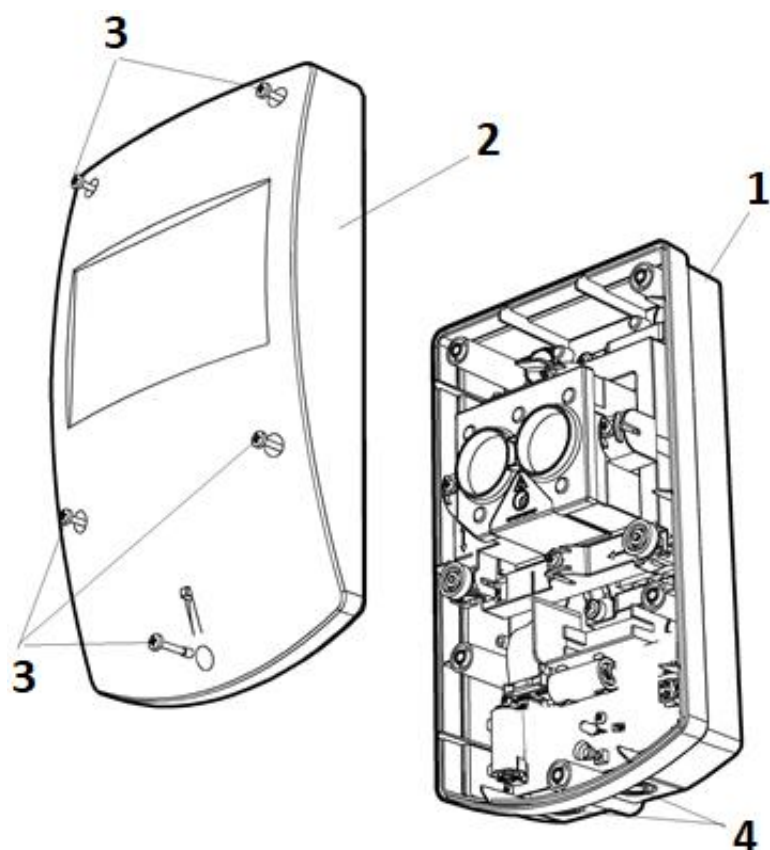
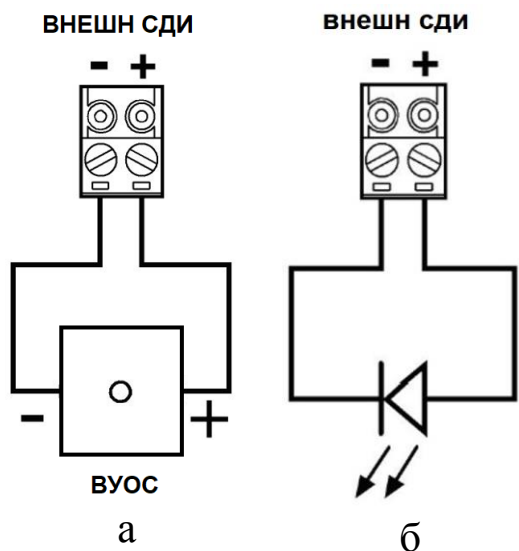
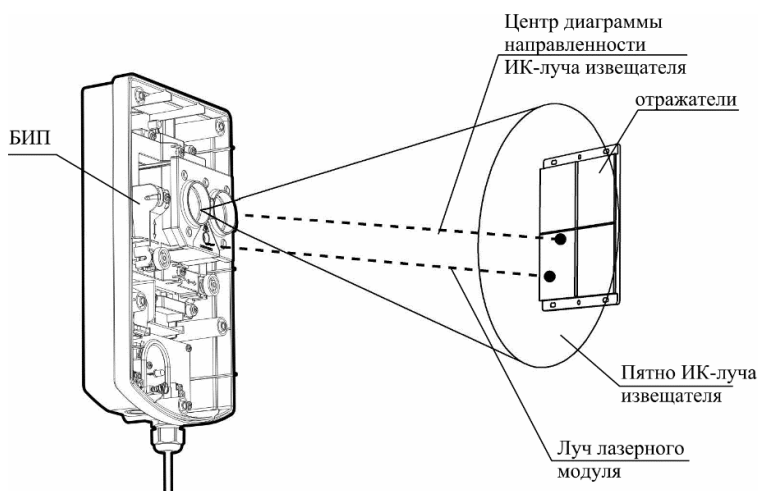

Рис.1
Рис. 4
Рис. 5
Вид БИП со снятой крышкой показан на рис.1:
- изъять (временно) заглушки для крепления корпуса (9, рис.1);
- закрепить основание (1, рис.1);
- при использовании внешнего индикатора подсоединить провод с индикатором (с соблюдением полярности) к разъему ВНЕШН СДИ (15, рис.1) через герметичный ввод, установленный в выламываемое отверстие (4, рис.1).
При использовании выносного устройства оптической сигнализации (ВУОС) подключить провод с индикатором (с соблюдением полярности) к разъему ВНЕШН СДИ (15, рис.1) через герметичный ввод, установленный в выламываемое отверстие (4, рис.1). В качестве ВУОС рекомендуется использовать ВУОС-31, ВУОС-01, УКШ-01 (или другие с аналогичными электрическими характеристиками). (рис. 4а), либо другой световой индикатор, например, светодиод (типа АЛ307, или аналогичного) (рис. 4б).
6.2. Для включения лазерного модуля необходимо перевести переключатель "ЛАЗЕР" (13 рис.1) в положение ON. Процесс настройки сводится к совмещению пятна луча лазерного модуля с отражателями (см. рис.5) с помощью ручек юстировки оптической системы по углу горизонтали (6 рис.1) и вертикали (7 рис.1).
6.4. Для перехода в рабочий режим необходимо перевести переключатель "ЛАЗЕР" (10 рис. 1) в положение, обратное ON. Должен загореться зеленый СДИ на время 10с. Необходимо закрыть крышку БИП пока горит зелёный СДИ.